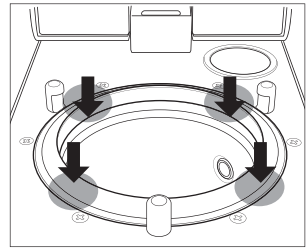

図 35
- 4) 新しいパッキンの対角 4 点を溝に押し込みます。その際、パッキンが片寄らないよう均等にしてください。(図 35)